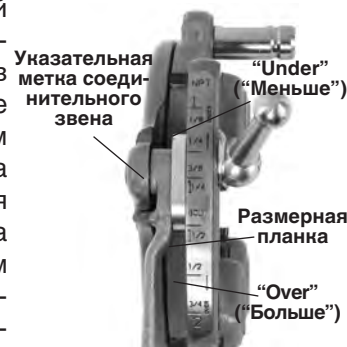

Рис. 6 – Настройка размера резьбы
3. Сначала совместите указательную метку на соединительном звене с отметкой требуемого размера на размерной планке. На резьбонарезных головках для болтов или Mono установите метку на соединительном звене напротив риски на размерной планке. Для нарезания резьбы на болте с использованием универсальной резьбонарезной головки установите все гребенки для болтов по риску BOLT (БОЛТ) на размерной планке (Рис. 6).